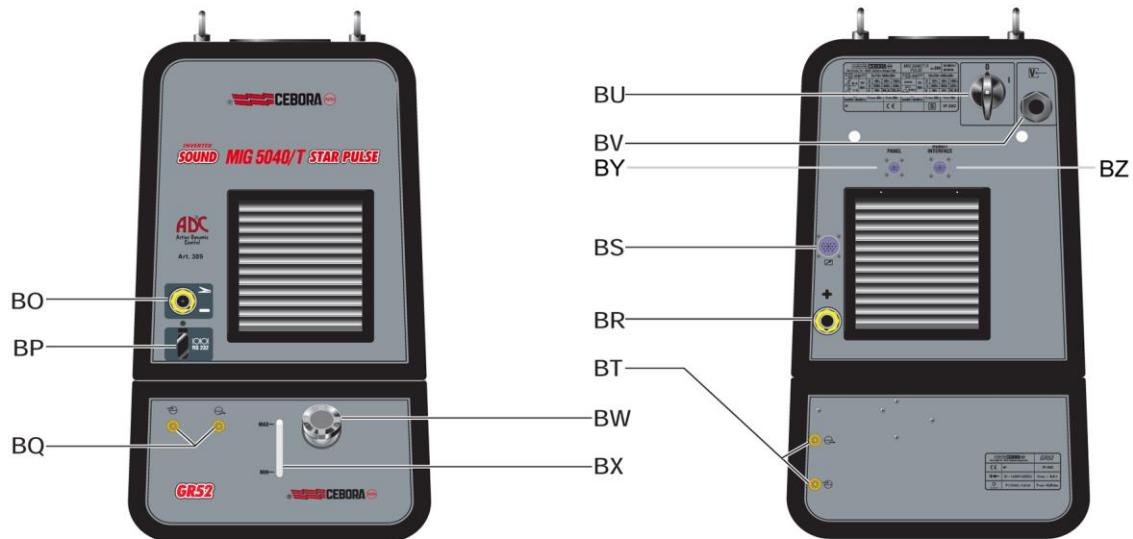

fig. 3
Alimentare il Sistema di Saldatura tramite l'interruttore **BU** del Generatore (fig. 3).
3.3 Messa in opera Gruppo di Raffreddamento (fig 3).
4.2 Descrizione generatore (fig. 3).
5.2 Descrizione Gruppo di Raffreddamento (fig. 3).